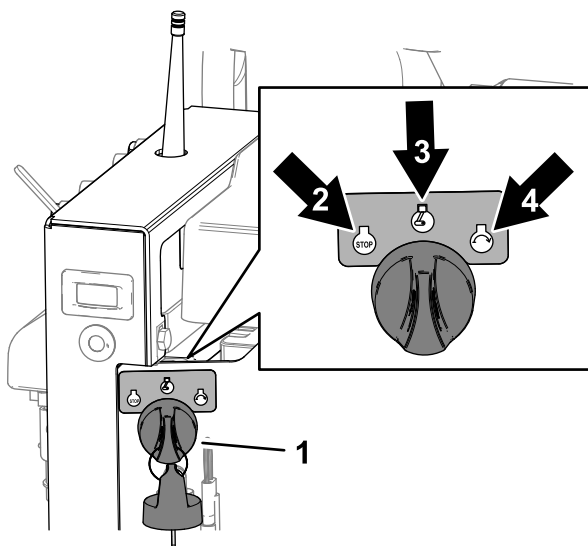

Figura 56
1. Rotii cheia în poziia OPRIT (Figura 56).